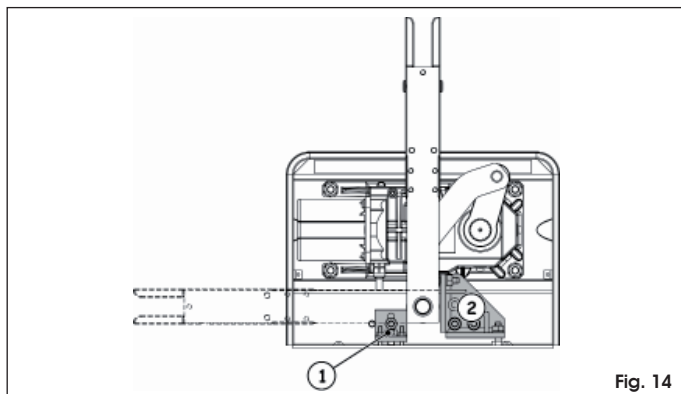

Fig. 14
Per i sistemi con apertura a 110° e 140° è possibile applicare all'interno della cassetta portante gli arresti meccanici (optional) in apertura (Fig. 14 rif. ①) e chiusura (Fig. 14 rif. ②). Per il fissaggio far riferimento alle relative istruzioni.